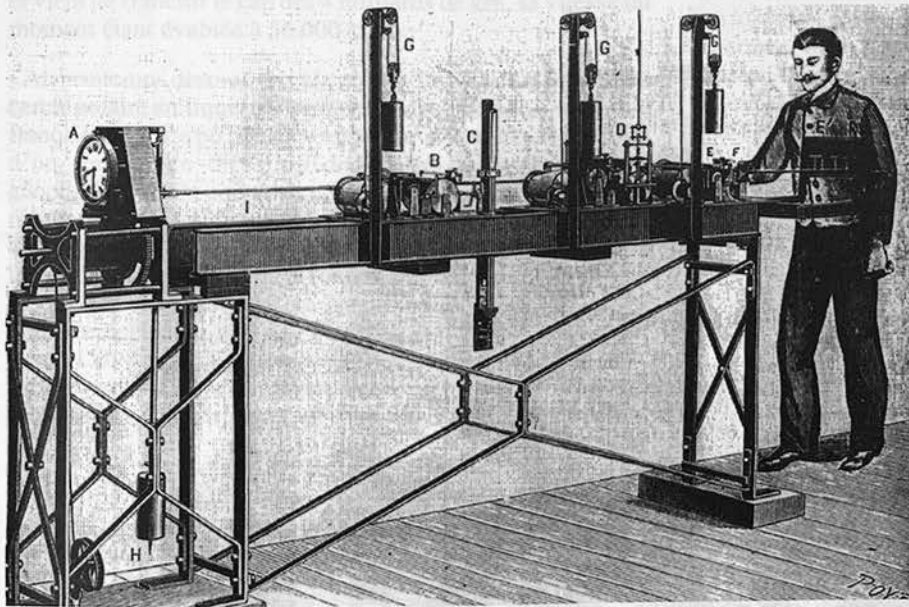
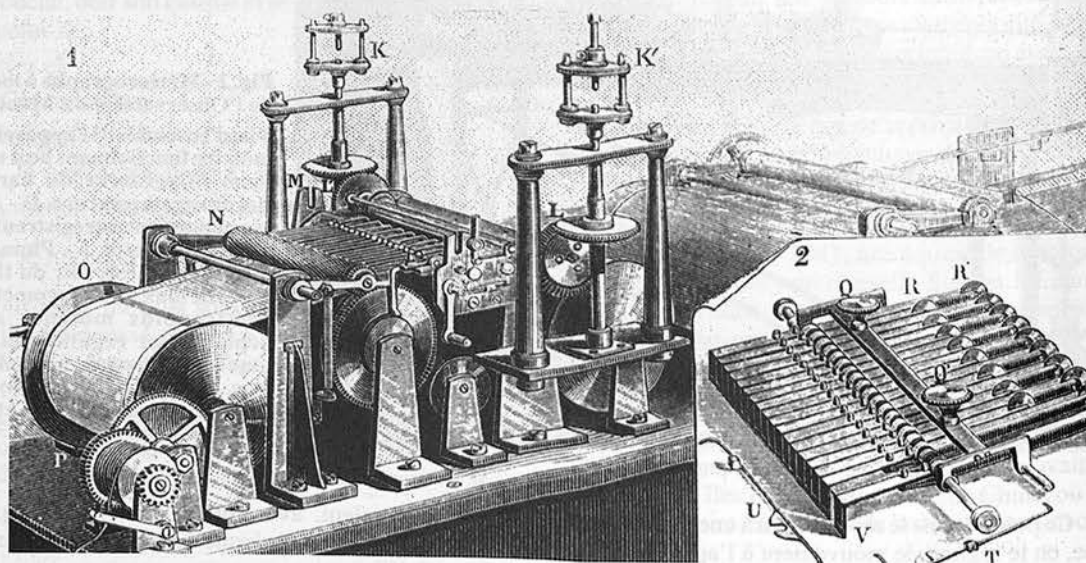

Fig. 2 - Météorographe à longue marche de l'Observatoire du Mont-Blanc.
Fig. 3 - Météorographe à longue marche de l'Observatoire du Mont-Blanc.
Tout l'instrument (représenté fig. 2) est actionné par un poids mouflé d'environ 90 kilogrammes, descendant de 5 à 6 mètres
Il fallait une pendule dans laquelle les grandes variations de température intervinssent le moins possible. M. RICHARD a choisi la pendule à échappement DENISON en la perfectionnant (fig. 2, A).
Enregistreur barométrique. C'est d'abord l'enregistreur des variations de la pression barométrique que l'on voit au milieu de la gravure (fig. 2, B). Les mouvements de l'aiguille sont commandés par ceux du mercure dans la branche inférieure d'un baromètre système Gay-Lussac à très large cuvette. J'ai beaucoup tenu à l'emploi du mercure qui offre une très grande garantie d'exactitude.
(2) - Cet appareil que l'on voit en D dans la figure 2, est représenté dans la figure 3, avec une légende explicative.